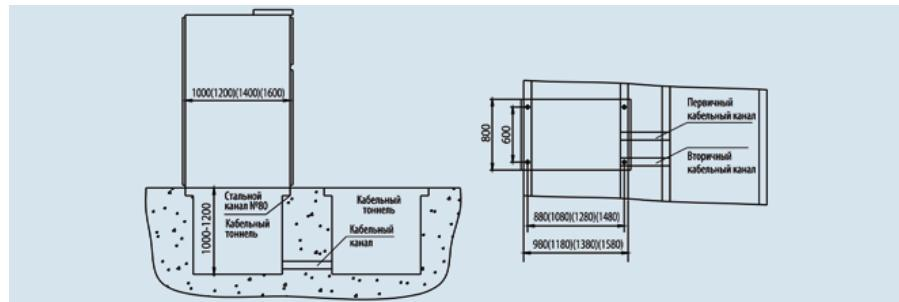

Рис. 6.3 Установочные и габаритные размеры
6.2 Установочные и габаритные размеры (см. рис.6.3).